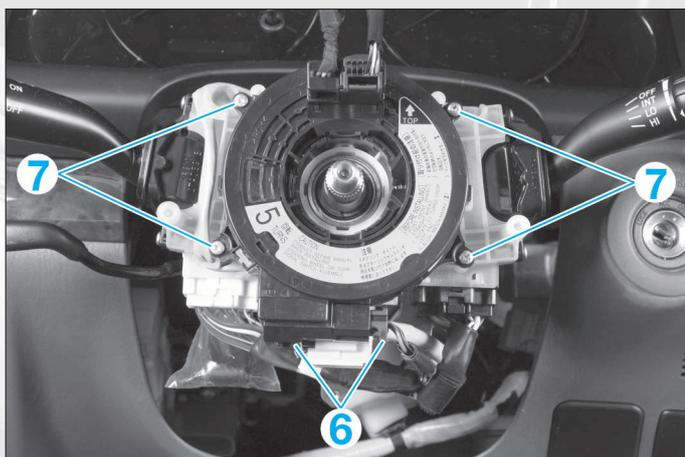

FIG. 5
- Débrancher les connecteurs (6) du contacteur tournant et des comodos (**fig. 5**).